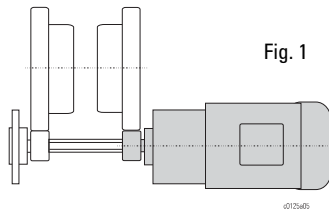

Fig. 1
- mit Ritzel für Durchtrieb (Fig.1), (Innensechskant)
- with pinion for drive shaft (Fig. 1) (hexagon socket)
- avec pignon pour un arbre traversant (Fig. 1), (à six pans creux)